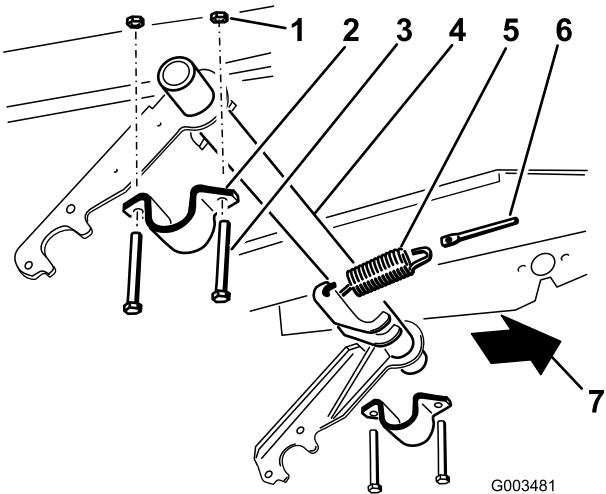

Figura 5
1. Ligue a mola de extensão a uma das alavancas de mola no tubo articulado e na barra da mola (Figura 5).
2. Instale sem apertar o suporte do tubo articulado no lado direito (Figura 5).
3. Deslize o lado direito do tubo articulado no suporte do tubo articulado do lado direito (Figura 5).
5. Eleve a pega do lado esquerdo do tubo articulado na estrutura e instale-a com um suporte de tubo articulado, 2 parafusos (3/8 x 3 pol.), e 2 porcas de bloqueio (3/8 pol.) (Figura 5).